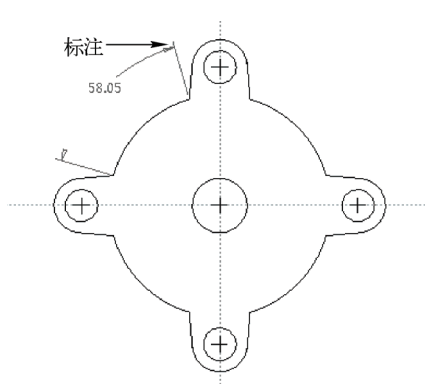

图 4-24 标注圆弧角度尺寸
STEP 04 执行上述操作后, 即可完成圆弧角度尺寸的标注, 效果如图 4-24 所示。